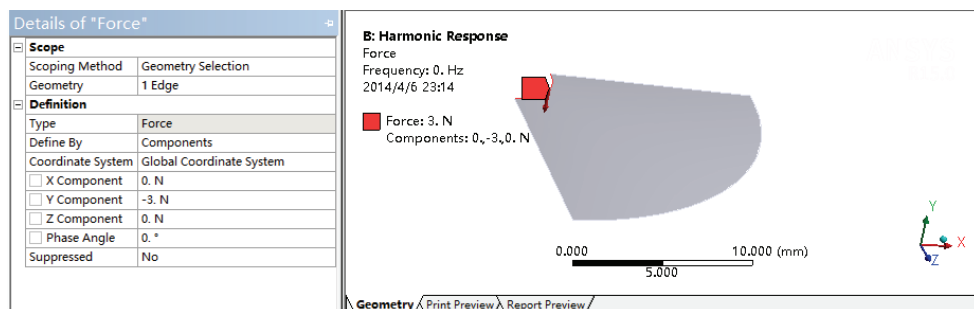

图 11-10 载荷示意图
- 3) 选中 Force，选择需要施加压力的内圆边缘，单击 Details of “Force” 细节窗口中 Geometry 选项下的 Apply 按钮，同时设置如图 11-10 所示参数。